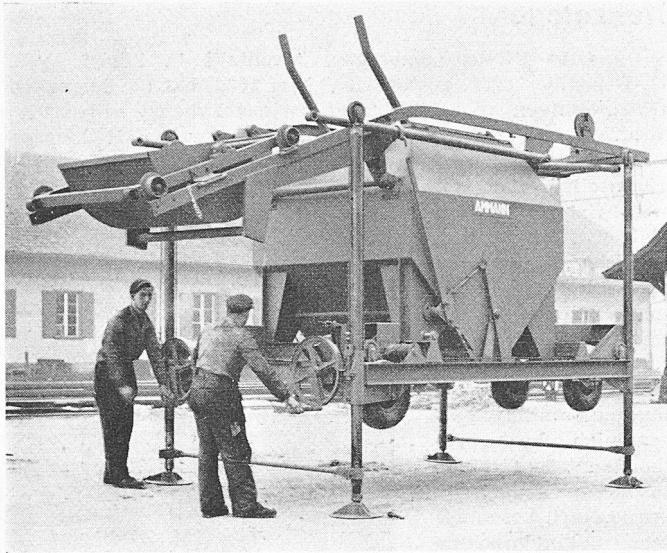

Bild 21. Mobilier Verladesilo Ammann 5m3 zu Makadam-Aufbereitungsanlagen    Bild 22. Barber-Greene-Schwarzdeckenfertiger Modell 873
U. Ammann AG., Langenthal, zeigte die Anlage Typ 500 SB in Betrieb, Stundenleistung rd. 20 t, vollautomatisch, zusammengestellt aus fahrbaren Einheiten, worunter der neue Kommandowagen (Bilder 19 und 20), von welchem aus das Ganze elektronisch gesteuert wird, sowie die neue fahrbare Vorrats- und Verladeeinrichtung mit Silo von  $5 \text{ m}^3$  Inhalt mit Pendelkübel (Bild 21). Diese Anlage fand bereits Abnehmer in Holland, Belgien und Süd-Amerika. Neu ist auch der mobile Verladesilo Ammann für Makadam-Aufbereitungsanlagen mit  $5 \text{ m}^3$  Inhalt.